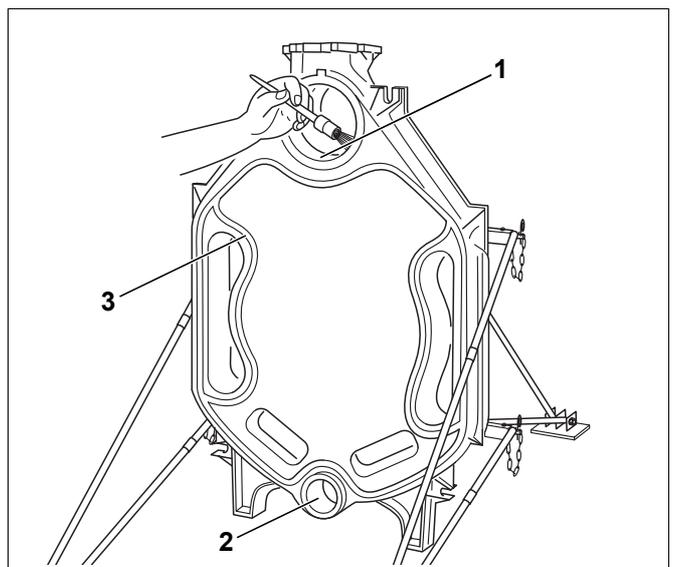

Bild 13 Dichtnuten und Naben vorbereiten
- ▶ Dichtnuten gegebenenfalls mit Drahtbürste und Lappen reinigen (Bild 13, **Pos. 3**).
- ▶ Dichtflächen der Naben (Bild 13, **Pos. 1 und 2**) mit benzingetränktem Lappen reinigen.